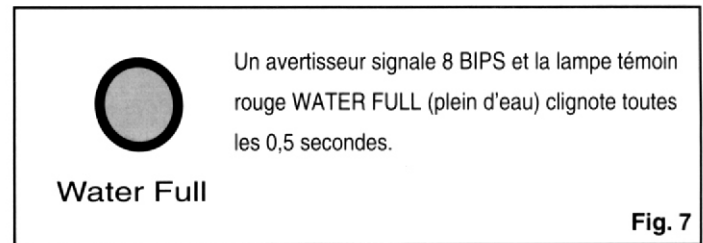

Fig. 7
**Lampe témoin de réservoir plein:** La lampe rouge clignote lorsque le niveau d'eau du réservoir surpasse le niveau maximum de fonctionnement ou si le réservoir d'eau n'est pas en bonne position dans le caisson. Fig. 7.